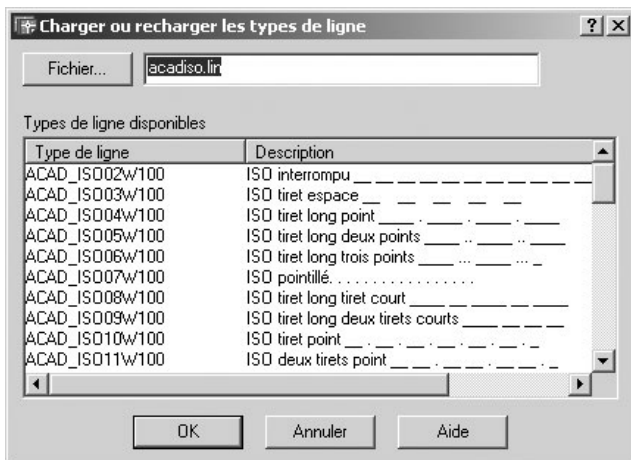

Fig.6.34
- [2] Si les types de ligne n'ont pas encore été chargés en mémoire, il convient de le faire en cliquant sur le bouton Charger (Load) dans la boîte de dialogue **Gestionnaire des types de ligne** (Linetype Properties Manager). La boîte de dialogue **Charger ou recharger les types de ligne** (Load or Reload Linetypes) s'affiche à l'écran (fig.6.34).